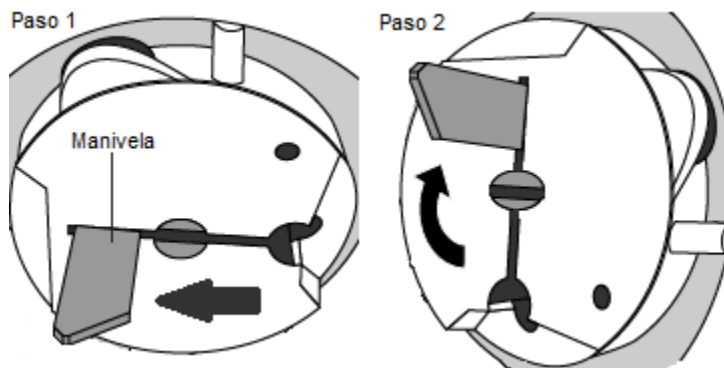

Figura 90 – Cómo quitar el rotor de la bomba de sangre
2. Coja la manivela (Figura 90 Paso 1) y tire de ella hasta que se detenga.